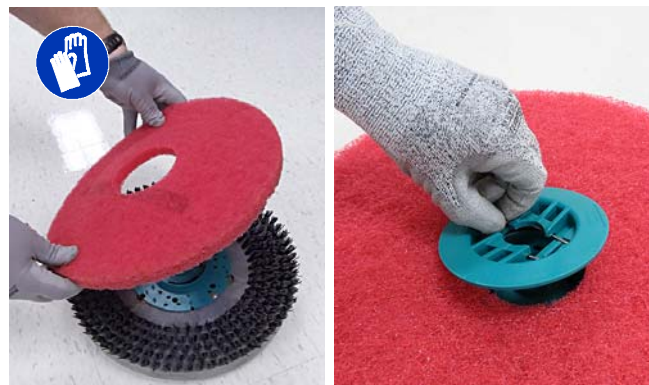

FIG. 12
- Instale a almofada no porta-almofada antes de instalar o conjunto na máquina. Prenda a almofada com a trava central (Figure 12).